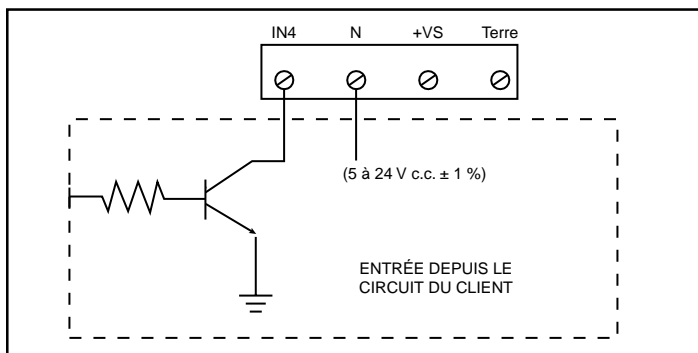
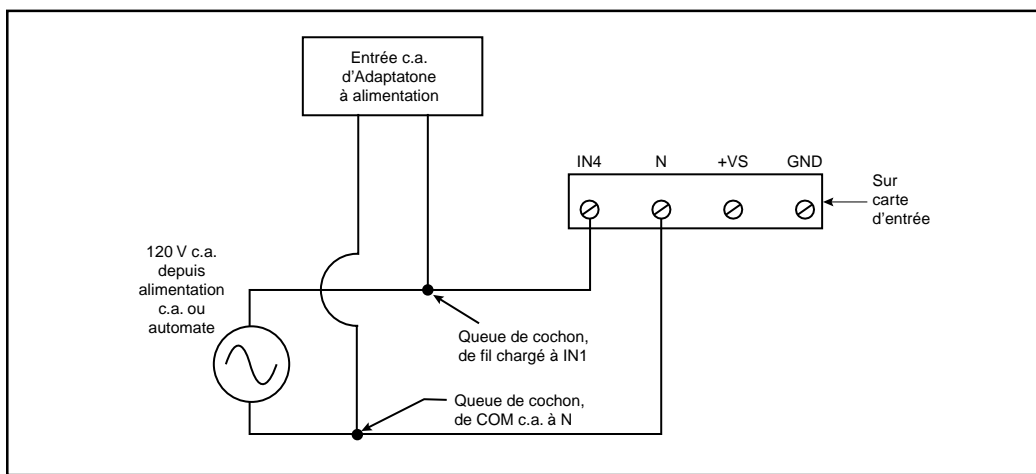

Figure 6. Câblage à la carte d'entrée 24 V avec un transistor à collecteur ouvert
Figure 12. Entrée connectée 120 V c.a., carte d'entrée 120 V
- Choisir la méthode appropriée de raccordement à la carte d'entrée à partir des figures 6 à 11 pour les modèles avec cartes d'entrée 24 V, ou des figures 12 à 14 pour les modèles à carte d'entrée 120 V.